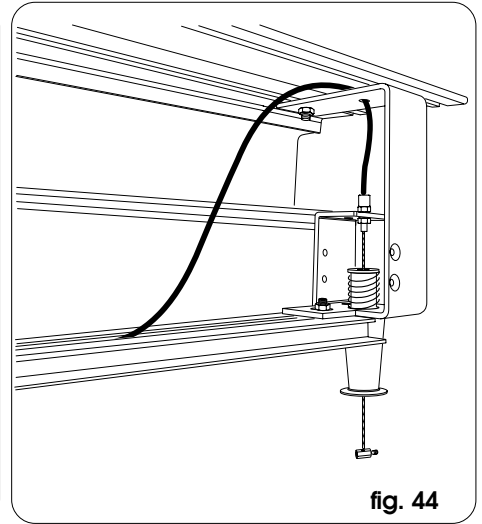

fig. 44
- Coloque el cable con vaina en coincidencia con la brida lateral, como se indica en la fig. 44; introduzca el hilo de acero en el interior del pomo de desbloqueo y fije en el extremo una grapa de sujeción, apretando el tornillo sin cabeza (fig. 44).